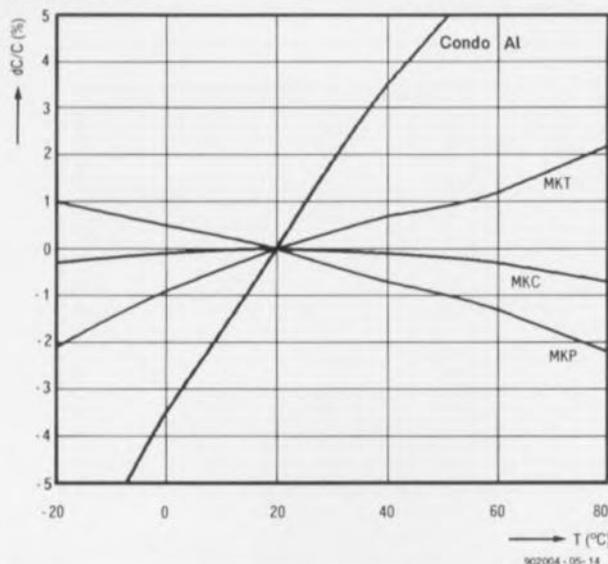

Figure 3. Évolution de la capacité de différents types de condensateurs en fonction de la température.
- Le comportement thermique est en règle générale indiqué pour un type de diélectrique donné. Les courbes de la **figure 3** représentent l'évolution de la dérive en température d'un certain nombre de matériaux couramment utilisés pour la fabrication des condensateurs.